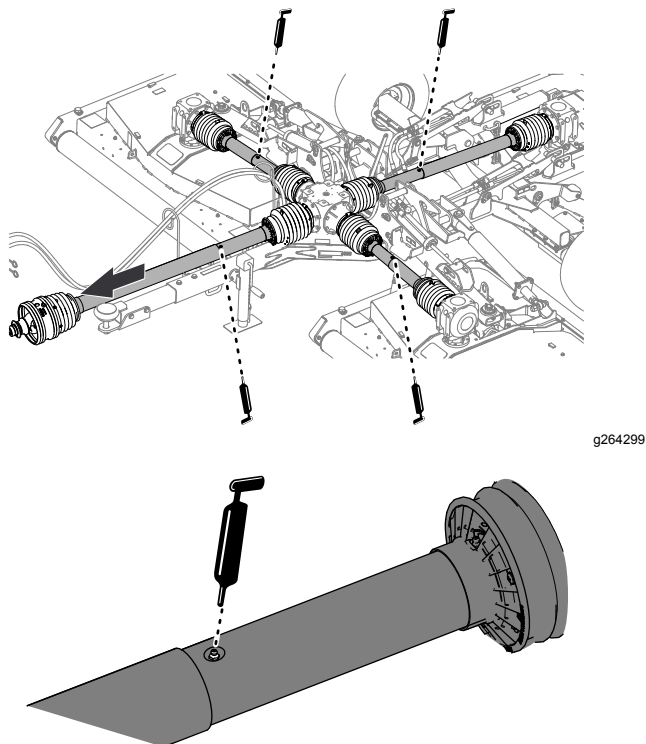

Figure 49
1. Déployez partiellement l'arbre d'entraînement de la PDF pour accéder au graisseur situé près du centre de la protection intérieure de l'arbre (Figure 49).
2. Appliquez de la graisse sur les 4 graisseurs des joints de l'arbre d'entraînement télescopique, comme montré à la Figure 49.